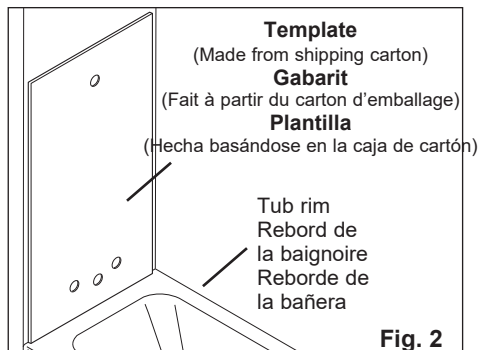

Fig. 2
d) Mark one side of the template with an «X» and position the template (within 3 mm of the front edge of the bathtub) with the «X» side against the bathtub end wall with the exposed plumbing. **Fig. 2.** Mark the position of the faucet handles, bathtub spout and shower arm on the template. Check for accuracy and cut.
f) Tape corner panels (B) firmly in position against wall.
d) Marquer d'un «X» le côté du gabarit touchant le mur. Placer le gabarit (à 3 mm du rebord avant de la baignoire) contre le mur contenant la tuyauterie. Marquer la place des tuyaux, de la robinetterie et de la douche et percer les trous nécessaires sur le gabarit. **Fig. 2.** Replacer le gabarit sur le mur pour vérifier l'emplacement des trous et couper.
d) Marque con una «X» el lado de la plantilla que hace contacto con el muro. Coloque la plantilla (a 3 mm del reborde delantero de la bañera) contra el muro que contiene la tubería. Marque el lugar de los tubos, la grifería y la ducha y perforo los orificios necesarios sobre la plantilla (**Fig. 2**). Vuelva a colocar la plantilla sobre el muro para verificar la ubicación de los orificios y cortar.
f) Coloque los dos paneles de las esquinas (B) apoyándolos contra los muros.